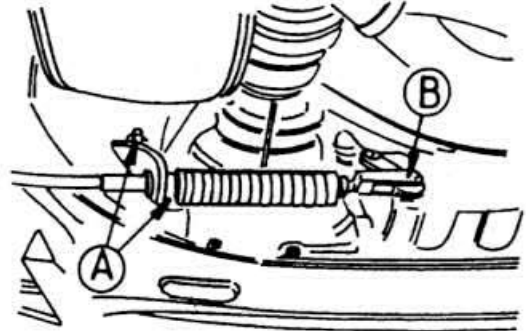

Рис. 3.41
- ♦ Отсоедините от коробки передач трос управления (рис. 3.41).